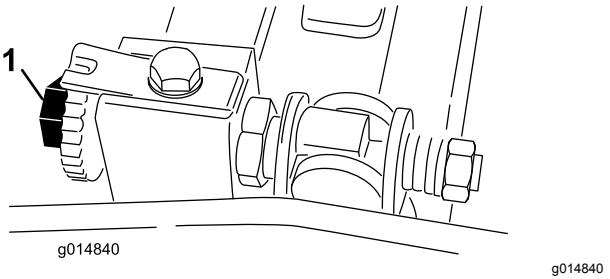

Рисунок 52
- Поверните барабан таким образом, чтобы нож пересекал кромку неподвижного ножа между первой и второй головками винтов неподвижного ножа с правой стороны режущего блока (Рисунок 52).
- Поворачивайте правый регулировочный винт планки неподвижного ножа до тех пор, пока не почувствуете легкое давление (т.е. тянувшее усилие) на регулировочной прокладке при перемещении ее из стороны в сторону (Рисунок 52).